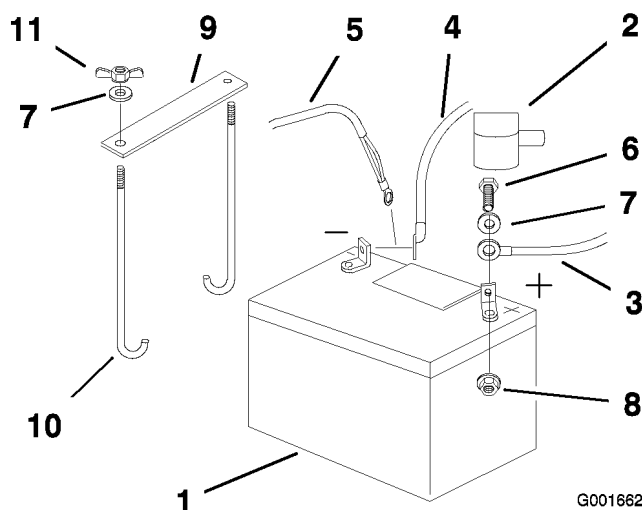

Figure 36
4. Commencez par débrancher le câble négatif et le câble de masse de la borne négative (-) de la batterie (Figure 36).
5. Ôtez le capuchon rouge de la borne positive (rouge) de la batterie. Débranchez ensuite le câble positif (rouge) de la batterie (Figure 36).
- Retirez les deux écrous à oreilles (1/4 inch) de fixation de la barrette de maintien de la batterie (Figure 36).
- Placez la batterie dans son support en tournant les bornes vers le moteur (Figure 36).
- Fixez les câbles avec 2 boulons (1/4 x 3/4 po), 2 rondelles (1/4 inch) et 2 contre-écrous (1/4 inch) (Figure 36).
- Fixez la batterie en position avec des boulons en J, une barrette de maintien et 2 rondelles (1/4 inch), ainsi que 2 écrous à oreilles ((1/4 inch)) (Figure 36).